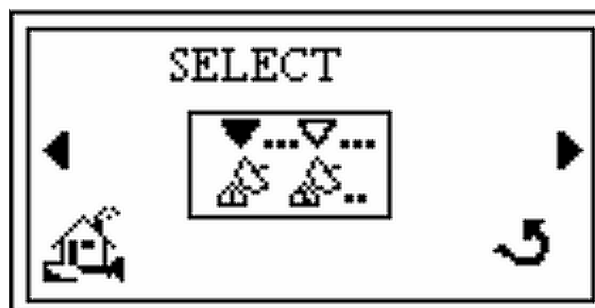

図 2-29 Select 画面
4. **Enter** を押すと *Select* 画面が表示されます (図 2-29)。